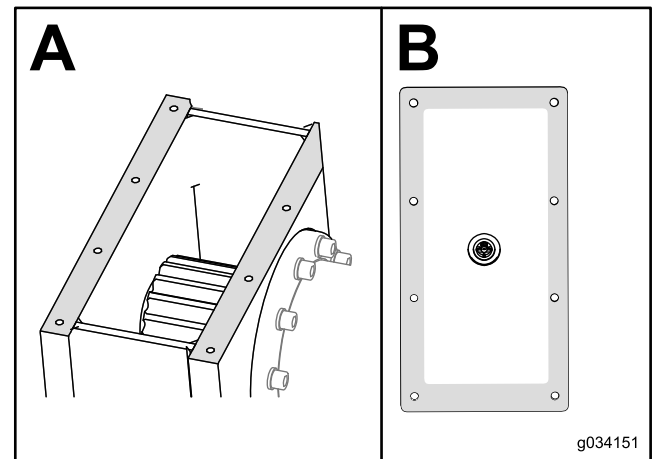

Figure 98
7. Nettoyez le mastic du boîtier d'engrenages et du couvercle (Figure 98).
8. Appliquez du mastic RTV neuf de type automobile sur le bord du couvercle (encadré B de la Figure 98).